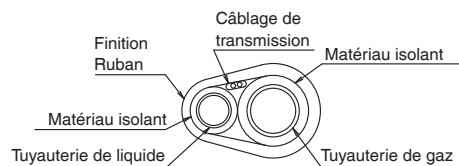

Fig. 23
- À l'extérieur de l'appareil, enroulez le câblage de transmission avec la tuyauterie de réfrigérant du site à l'aide de ruban adhésif (à se procurer sur place). (voir la Fig. 23)